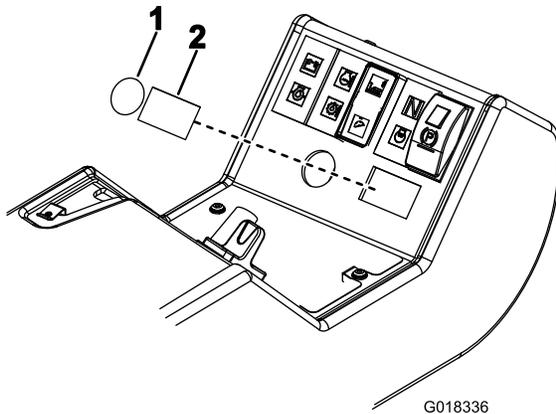

Figura 19
- En el panel de control, retire el tapón redondo (claxon) y el tapón rectangular (interruptor de los intermitentes) según se muestra en Figura 19.